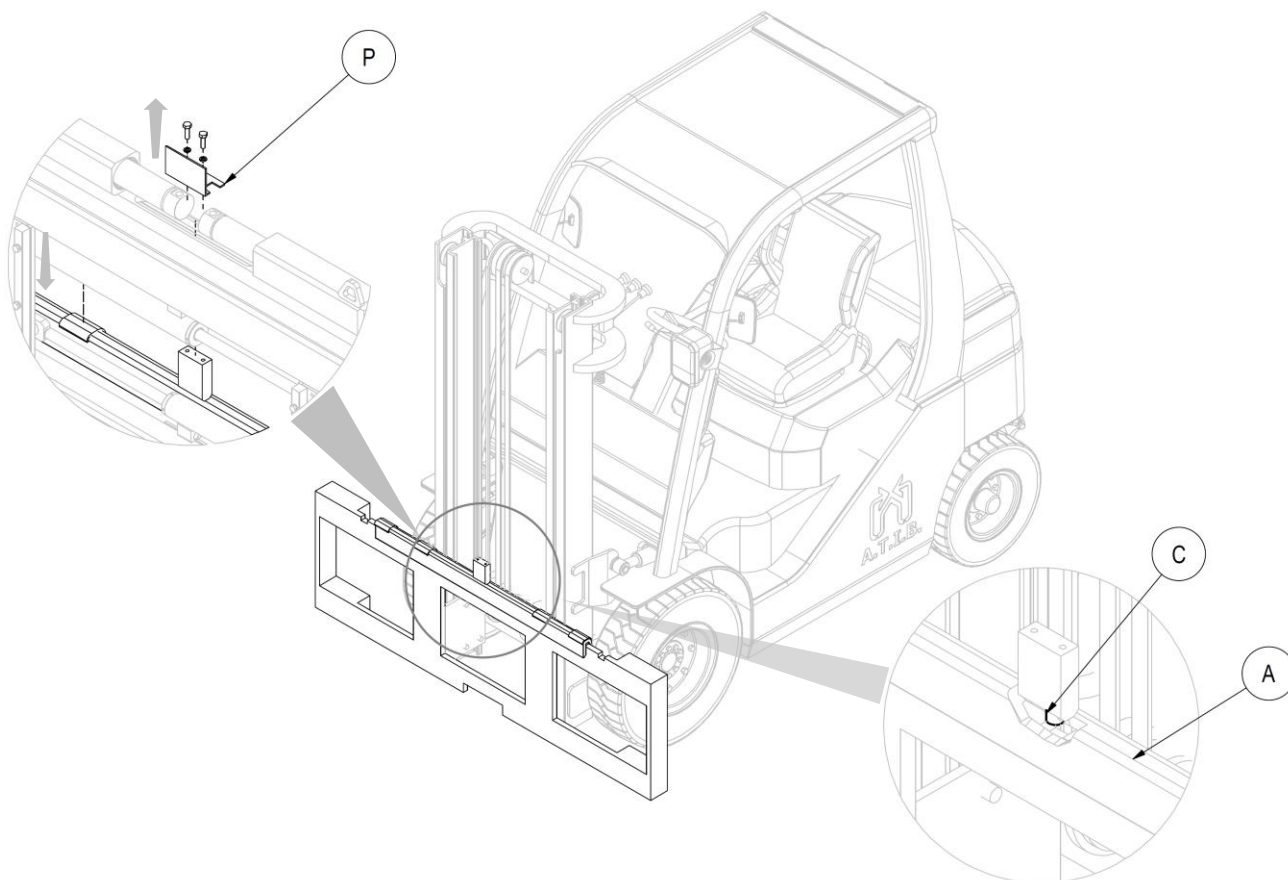

Figura 5
4. Después de retirar el “plato de protección” (P) con los correspondientes tornillos, tomar manualmente el doble gancho A (con la correspondientes deslizaderas), y colocarlo en el perfil superior de la placa porta horquillas, cuidando de encajar el pivote de centrado C en la muesca central del mismo (mira *Figura 5*).